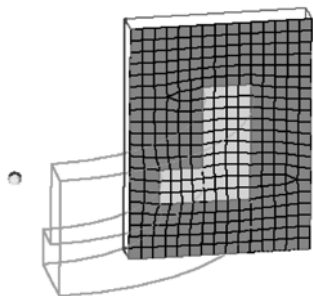
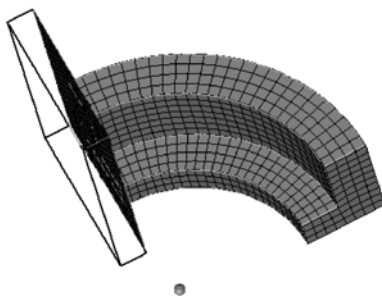

图 5-33 选择 L 形面内二维单元
图 5-34 创建弯臂六面体网格
- (1) 在模型浏览窗口选择 `arm_curve` 作为当前组件。
- (2) 从主面板选择 Mesh > Create > 3D Elements > Spin, 进入 spin 面板。
- (3) 选择 spin_elems 子面板。
- (4) 选择 elems>by window, 选择 L 形面内的单元。
- (5) 单击 select entities 按钮, 所选单元高亮显示, 如图 5-33 所示。
- (6) 在 angle=栏中输入 90, 此值表示旋转角度。
- (7) 在旋转方向上选择 x-axis。
- (8) 将曲线圆心处节点设置为“基点 (B)”。
- (9) 在 on spin=栏中输入 24。此栏表示在旋转路径上的网格数。
- (10) 单击 spin-按钮, 旋转获得网格如图 5-34 所示。